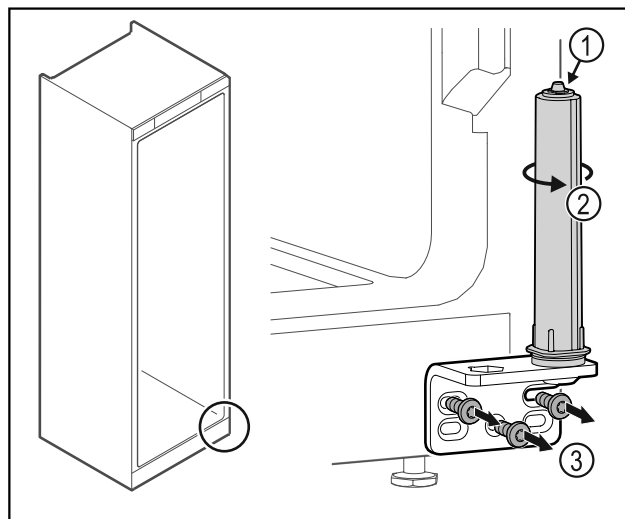

Fig. 46
- Ne pas désassembler le système de fermeture de la porte Fig. 46 (1).
- Tourner le système de fermeture Fig. 46 (2) jusqu'à entendre un clic.
- Dévisser l'équerre de la charnière Fig. 46 (3).